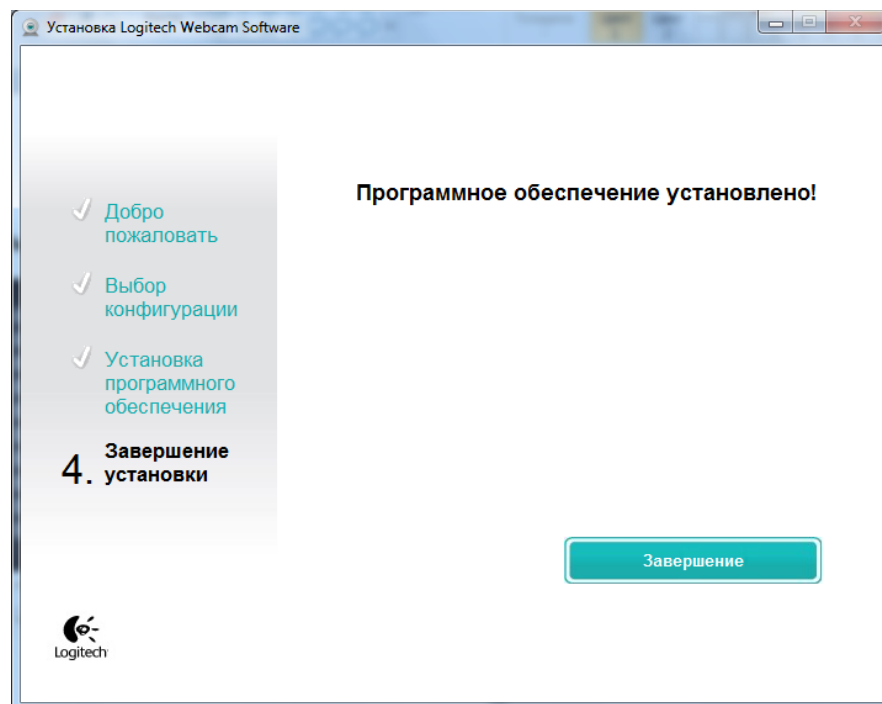

Рисунок 15.7
7. Нажать кнопку «Завершение» (Рисунок 15.7).